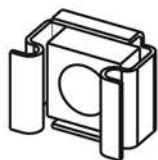
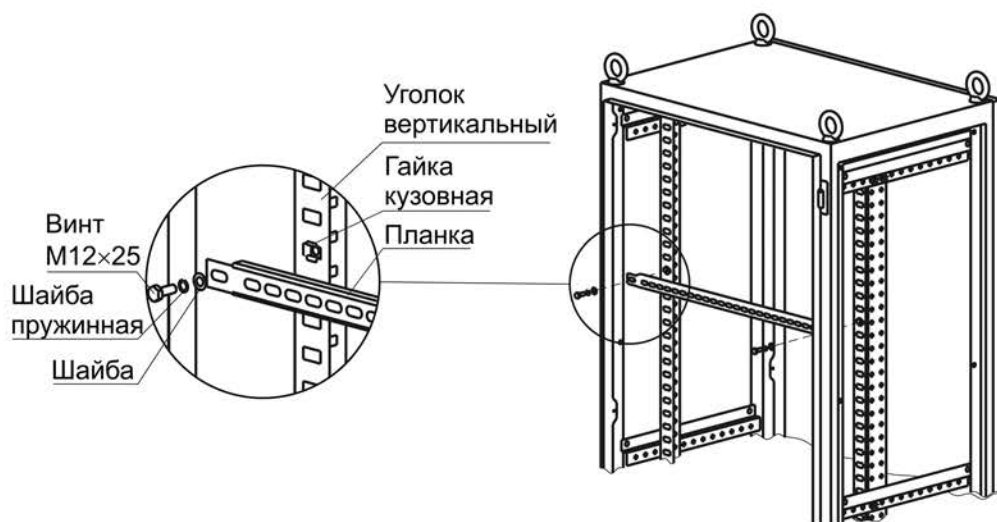

Рисунок 4
Рисунок 5
4.4.1 Закрепите уголки вертикальные в соответствии с 4.3, установите гайки кузовные М6 (рисунок 4) в передние прямоугольные отверстия уголков вертикальных в количестве и в местах, соответствующих расположению монтажной планки (рисунок 5).
4.4.2 Приложите планку к уголкам вертикальным и закрепите болтами М6×16 с шайбой и шайбой пружинной (рисунок 5). Момент затяжки – 5 Н·м.